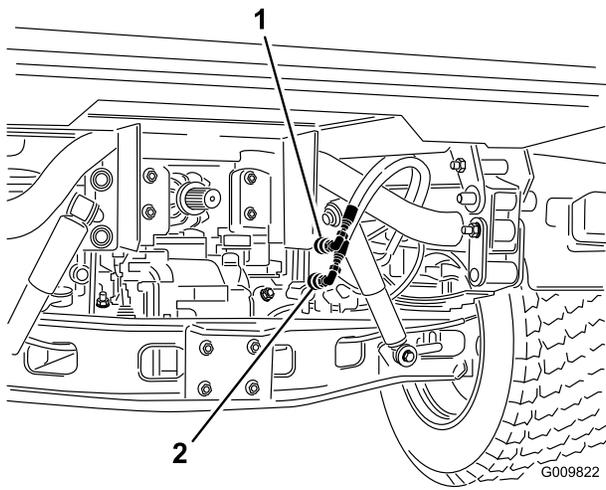

図 16
2. シリアル番号が 240000001 以上のワーマンでは、カップラブラケットに接続されているホースから昇降シリンダのホース2本を外す (図 16)。シリンダホースのクイックカップラにキャップを取り付ける。